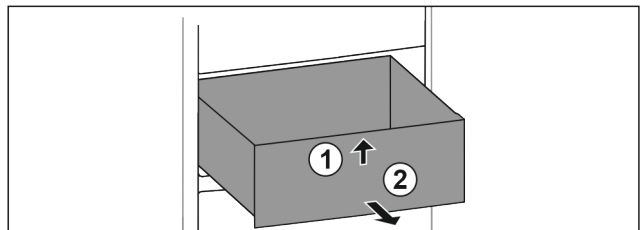

Fig. 120
- ▶ Lyft upp utdragslåda framtill. Fig. 120 (1)
- ▶ Ta ut utdragslåda genom att dra den framåt. Fig. 120 (2)